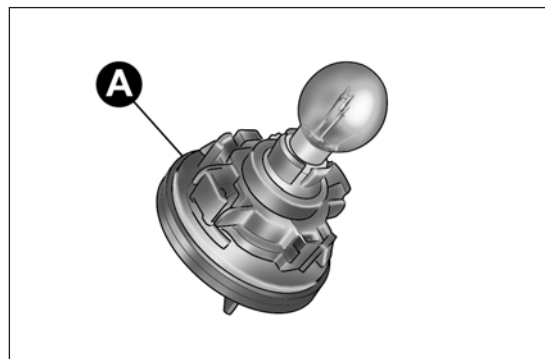

fig. 143
- ☐ sostituisci il gruppo lampada + portalampada A fig. 143.